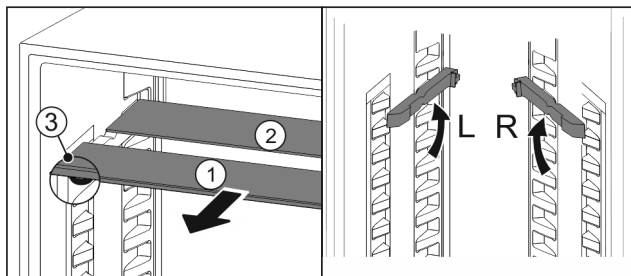

Fig. 76
- ▶ Steklene plošče posamično izvlecite Fig. 76 (1) naprej.
- ▷ Steklena plošča Fig. 76 (1) z okrasno letvijo je spredaj.
- ▷ Zaustavljalniki Fig. 76 (3) so obrnjeni navzdol.